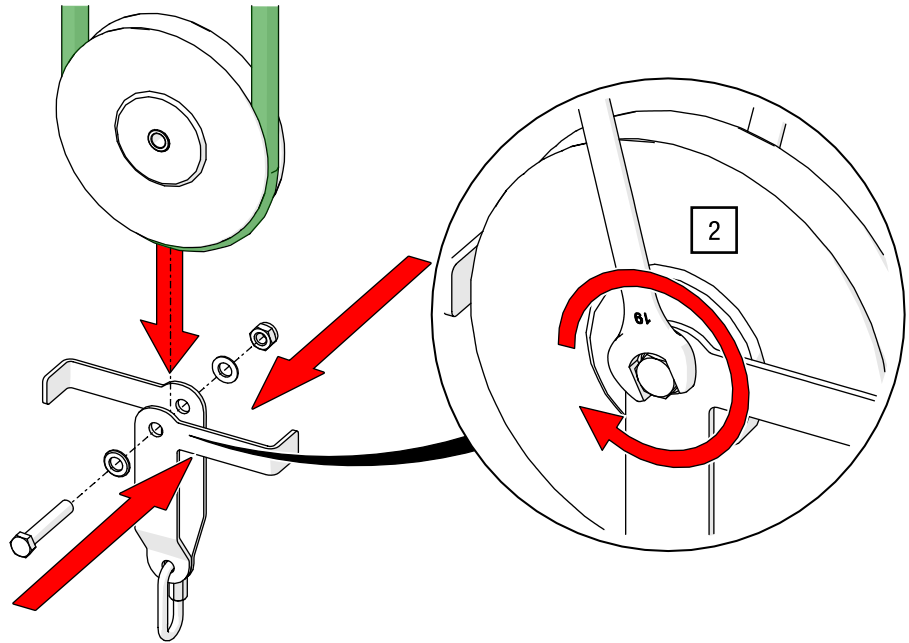

Abb. 125: Manueller Antrieb ROPE-DRIVE – bei Hanfseil-Sandsackrolle Seil einlegen und Rolle wieder montieren
- Legen Sie das Hanfseil auf die Rolle und montieren Sie diese wieder (siehe Abb. 125).